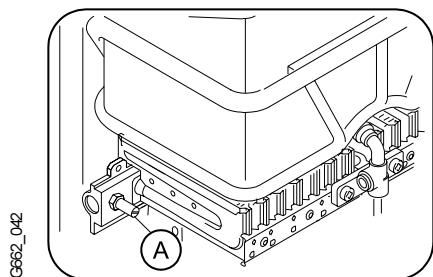

Fig. 6
- Regolare il massimo del gas con un metodo adeguato, vedere dati tecnici (punto 1.8): in linea di massima si può utilizzare il metodo della pressione al bruciatore, come indicato in fig. 6 e 7, oppure quello della pressione agli ugelli. In entrambi i casi è necessario un manometro con scala tarata in mbar oppure in mm (H2O).
- Allentare la vite della presa di pressione (A) del bruciatore (fig. 6) e collegare il tubo flessibile del manometro.